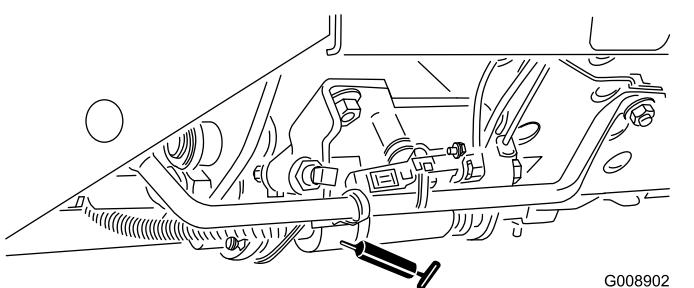

Figura 42
- Slitta di tosatura/trasporto (Figura 42)